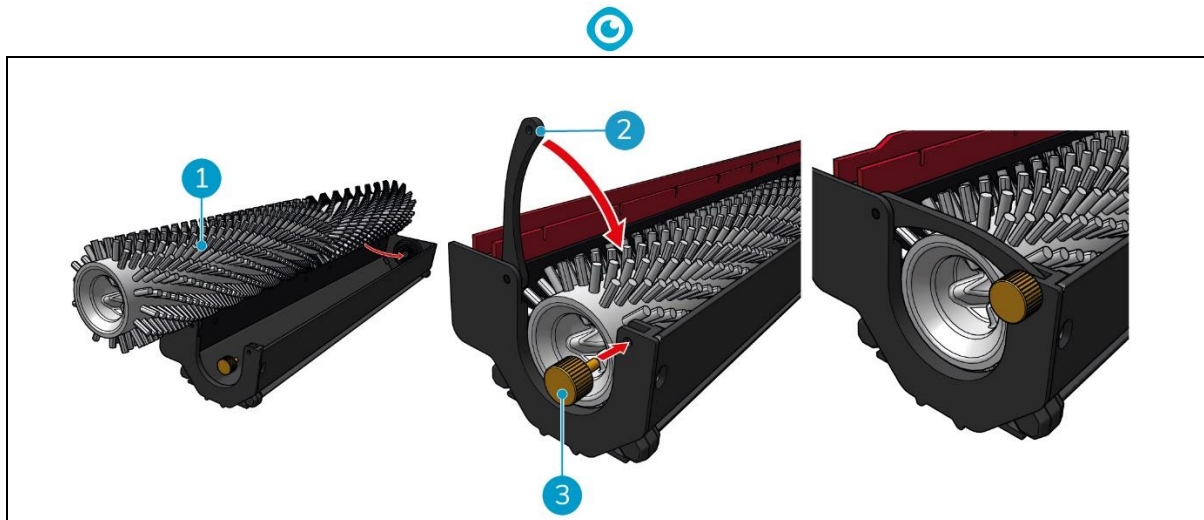

Figura 37
4. Substituir a escova do rolo (Figura 37, pos. 1) no suporte. Certifique-se de que a escova assenta corretamente no suporte!
5. Fechar a alavanca (Figura 37, pos. 2) e apertar o parafuso (Figura 37, pos. 3) no sentido dos ponteiros do relógio.